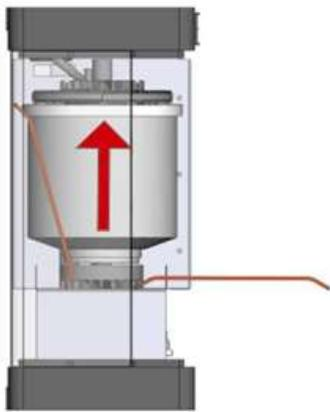
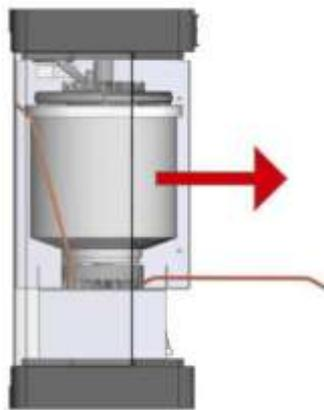

Fig. 31
Fig. 32
5. Sfilare il cilindro dalla flangia inferiore estraendolo verso l'alto (fig. 31) e sfilarlo dall'umidificatore (fig. 32 e 33).